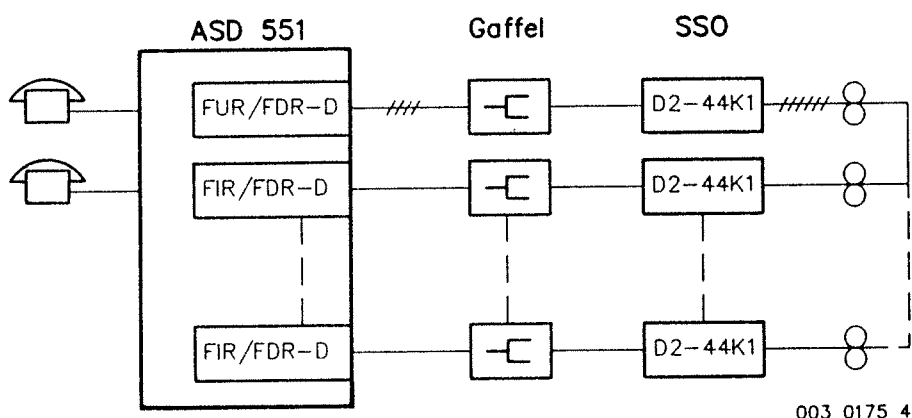

Bild 1. Slingkoppling för prov mot ATL
- Slingkoppla en avgående FUR-D eller FDR-D till en ankommande FIR-D eller FDR-D enligt bild 1. Använd provkoppelmarkering enligt G1553-204, avsnitt 2.3, som hjälpmedel för val av avgående FUR-D och FDR-D.